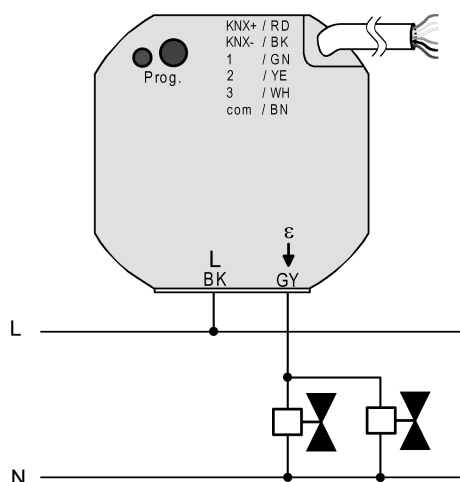

Figure 4: Raccordement de la tension secteur et de la charge
- (4) Boîtier d'appareil (par ex. boîte électronique)
- (5) Séparateur
- (6) Commutateur à combinaison
- (7) Contact sans potentiel, par ex. contact de fenêtre
- Raccorder la tension secteur et les moteurs électrothermiques à l'aide des bornes à ressort embrochables fournies (figure 4).